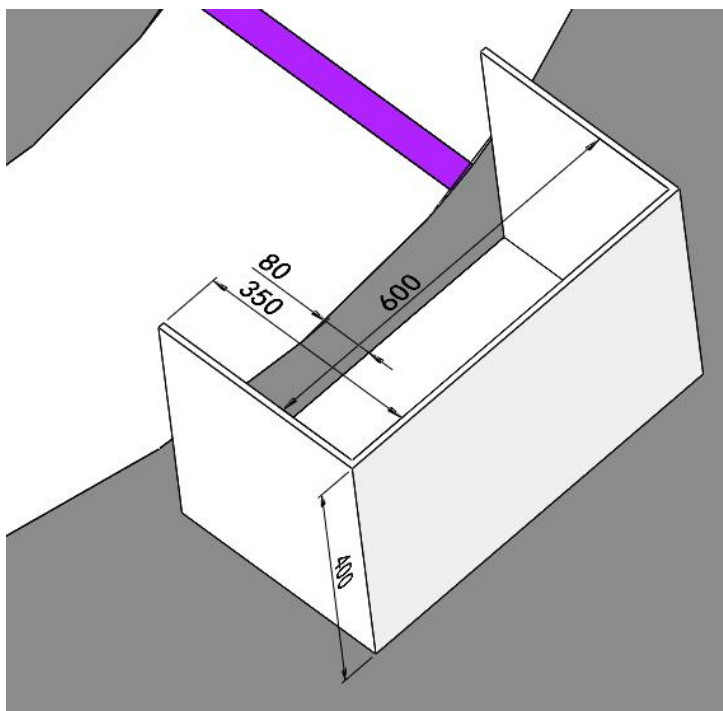

图 9 住户 1 标识尺寸（单位：mm）
2.住户标识：分岔路两侧分别设置了住户，赛道上设置了紫色和棕色的标识色带。色带大小为  $500\text{mm} \times 50\text{mm}$ ，与住户最前端的立板平齐。如图 9、10 所示。